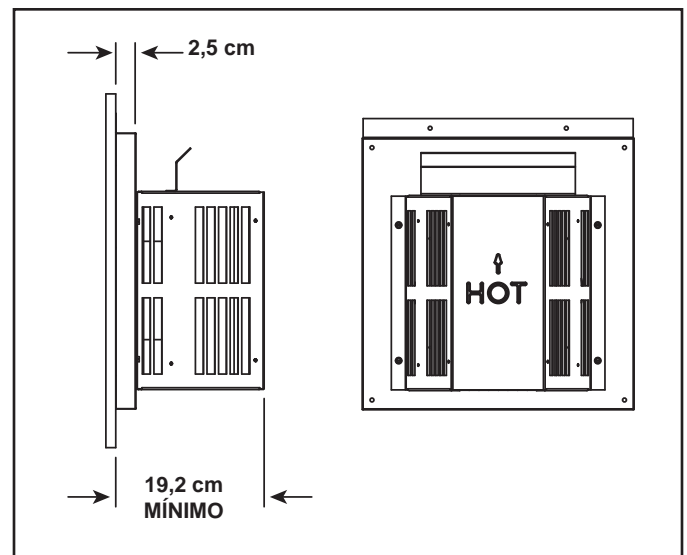

Figura 10.17 Respiradero
- **NO** retire los escudos térmicos del protector de paredes cortafuegos y el respiradero (consulte la Figura 10.17).
El escudo térmico tiene dos secciones. Una de las secciones está unida al protector de paredes cortafuegos. La otra está unida al respiradero. Consulte la Figura 10.17.